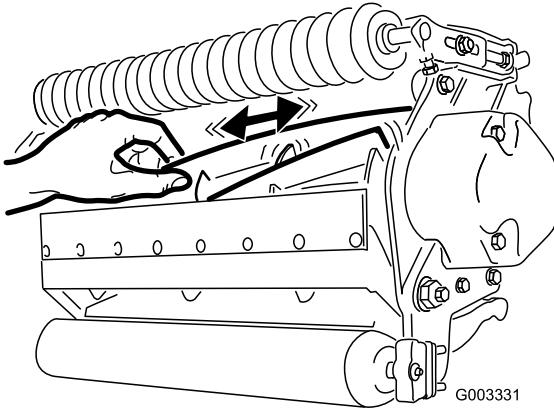

Figura 26
2. Usando un trapo o un guante grueso, sujeté la cuchilla del molinete e intente mover el conjunto del molinete de un lado a otro (Figura 26).